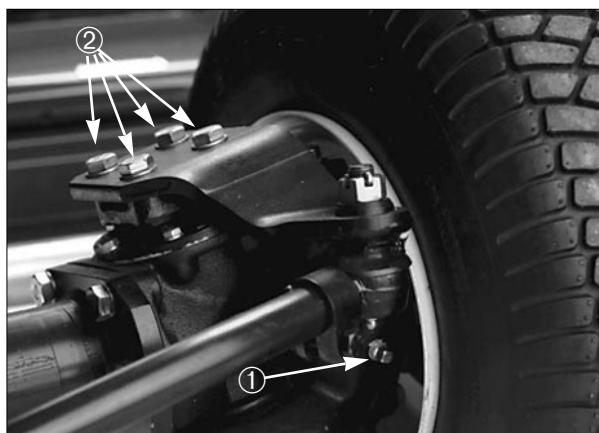

Bild 7
2. Den Prüfstöpsel von beiden Achsenabschrauben und sicherstellen, daß der Ölstand die Unterseite der Löcher erreicht. Bei niedrigem Ölstand eine Montageschraube über beiden Endablaßschrauben entfernen und soviel Öl nachfüllen, daß der Stand die untere Kante der Löcher erreicht (Bild 7).